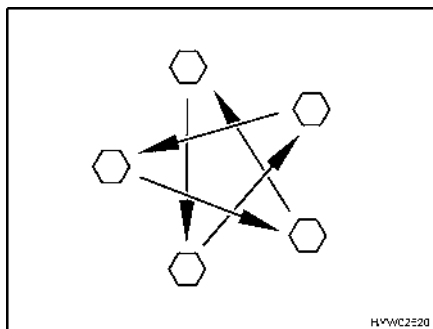

Fig. 189 Apretar las tuercas o los tornillos de las ruedas en forma de cruz
- Comprobar periódicamente que las tuercas o tornillos de las ruedas estén firmemente apretados. Reajustar en forma de cruz (Fig. 189) las tuercas o tornillos después de cambiar una rueda, al cabo de 50 km.
- ▷ Apretar en forma de cruz las tuercas o los tornillos de las ruedas (Fig. 189). Par de apriete, véase apartado 14.5.2.